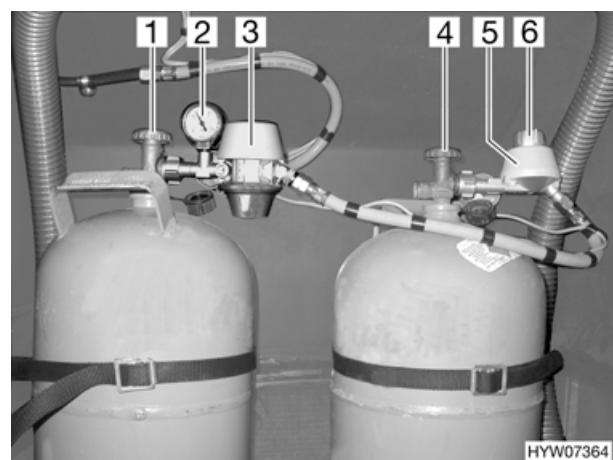
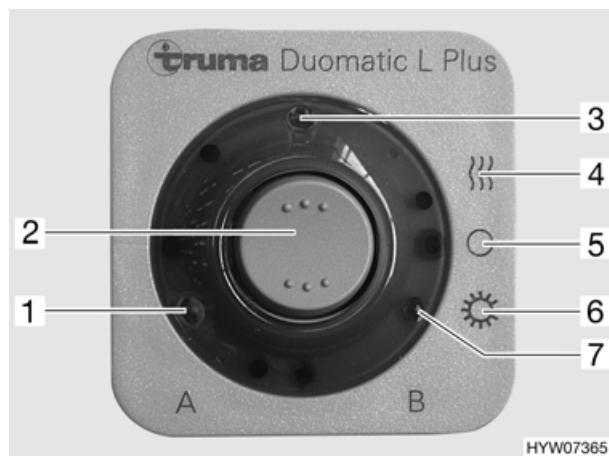

Bild 56 Duomatic-Umschaltanlage
Bild 57 Fernanzeige
Die Duomatic-Umschaltanlage besteht aus einem Zentralregler (Bild 56,3) und einem Umschaltregler (Bild 56,5). Mit dem Drehknopf (Bild 56,6) am Umschaltregler kann bestimmt werden, welche der Gasflaschen als Betriebsflasche und welche Gasflasche als Reserveflasche verwendet wird. Beide Regler sind mit einem Druckwächter und der Regler-Enteisungsanlage Eis-Ex ausgestattet.
Das Manometer (Bild 56,2) am Zentralregler zeigt den Druck in der Gasflasche an, nicht den Füllstand der Gasflasche. Mit dem Manometer kann die Gasflasche auf Dichtheit geprüft werden.
Das Bedienteil (Bild 57) schaltet nur die elektrischen Funktionen. Die Haupt-Absperrventile der Gasflaschen (Bild 56,1 und 4) müssen von Hand geöffnet werden.
- Die Haupt-Absperrventile an den Gasflaschen (Bild 56,1 und 4) öffnen.
- Mit dem Drehknopf (Bild 56,6) am Umschaltregler (Bild 56,5) die Gasflasche wählen, der vorrangig das Gas entnommen werden soll (Betriebsflasche). Den Drehknopf immer bis zum Anschlag drehen.
- Wenn der Drehknopf im roten Bereich steht, wird das Gas vorrangig der Gasflasche mit dem Zentralregler (Bild 56,3) entnommen.
- Wenn der Drehknopf im grünen Bereich steht, wird das Gas vorrangig der Gasflasche mit dem Umschaltregler (Bild 56,5) entnommen.
- An der Fernanzeige (Bild 57) die Betriebsart wählen und die Duomatic-Umschaltanlage einschalten. Beide Gasdruckregler sind jetzt entlüftet.
Mit der Fernanzeige (Bild 57) wird die Betriebsart gewählt. Außerdem signalisiert die Fernanzeige im Fahrzeuginnenraum, welche Gasflasche leer ist.
Die Betriebsart mit dem Wippschalter (Bild 57,2) einstellen. Bei Betrieb leuchtet die Betriebsanzeige (Bild 57,3).
- Winterbetrieb "Ein und Heizen" (Bild 57,4)
- Aus (Bild 57,5)
- Sommerbetrieb "Ein" (Bild 57,6)
- Kontroll-Leuchte "A" (Bild 57,1): Gasflasche am Zentralregler
- Kontroll-Leuchte "B" (Bild 57,7): Gasflasche am Umschaltregler